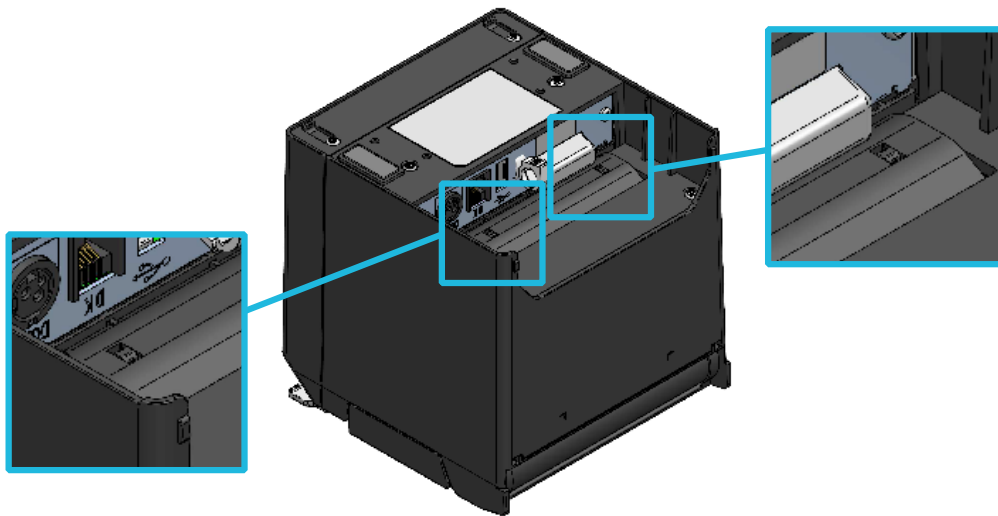

Abbildung 14-5 Prüfen der Anbringung der Trennwand
- (7) Drehen Sie den Drucker um und stellen Sie sicher, dass der Vorsprung der Trennwand R und Trennwand L richtig in das Loch an der Papierhalterung eingeführt wurde (siehe Pfeil in Abbildung 14-5).